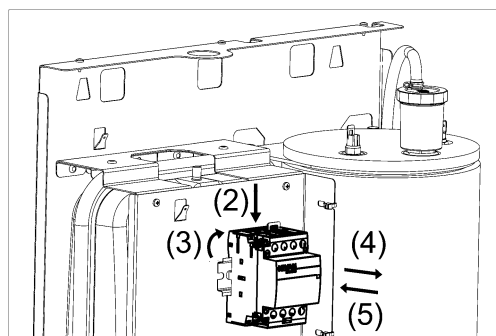

Рисунок 17. Замена электромагнитного контактора
- (1) Отсоедините провода подсоединённые к контактору (см. рис. 17);
- (2) Используя плоскую отвёртку выдвиньте “язычок” контактора;
- (3) Поверните контактор вверх на угол $10\div 15^\circ$;
- (4) Снимите контактор с DIN-рейки;
- (5) Установите новый контактор на DIN-рейку взамен прежнему;
- (6) Подсоедините к контактору провода в соответствии со схемами приведёнными в Приложении В.